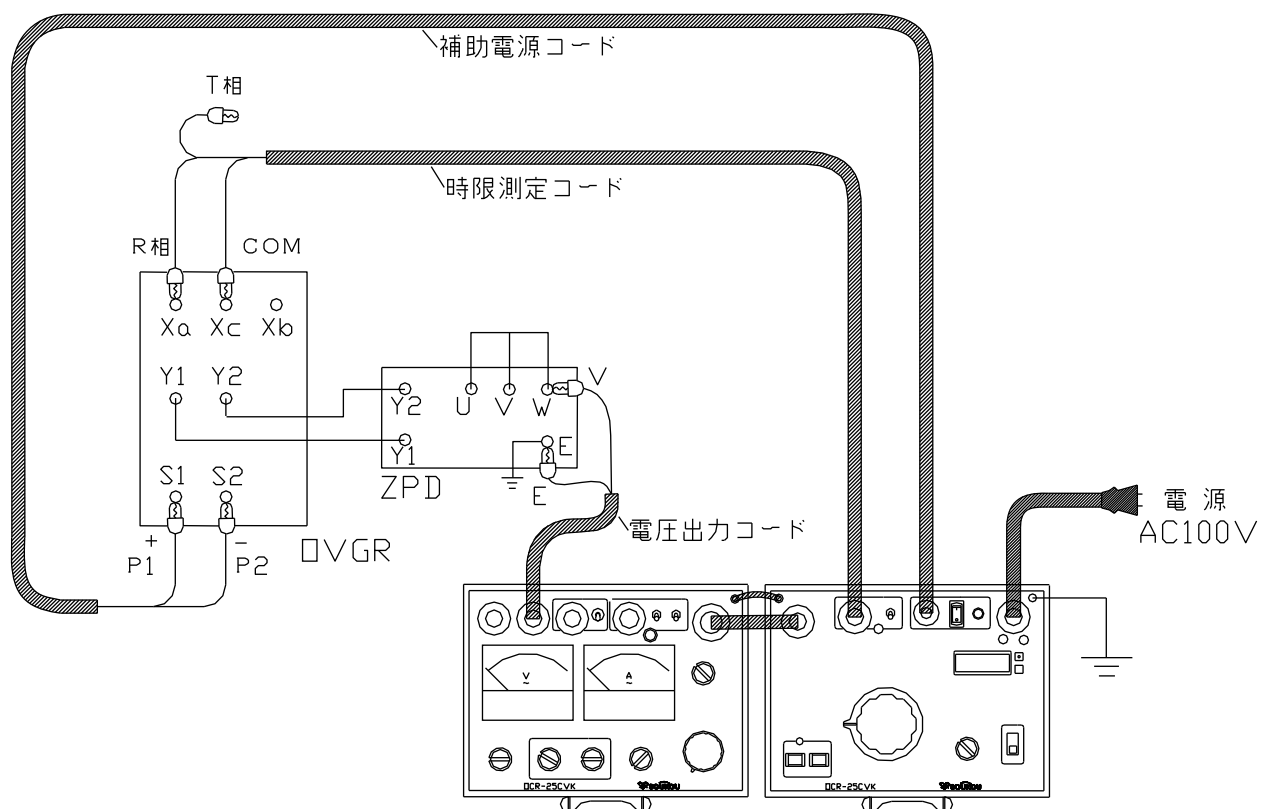

図 18：地絡過電圧継電器の試験回路図
7. 以上のような点を注意し、試験回路を構成します。(図 18)